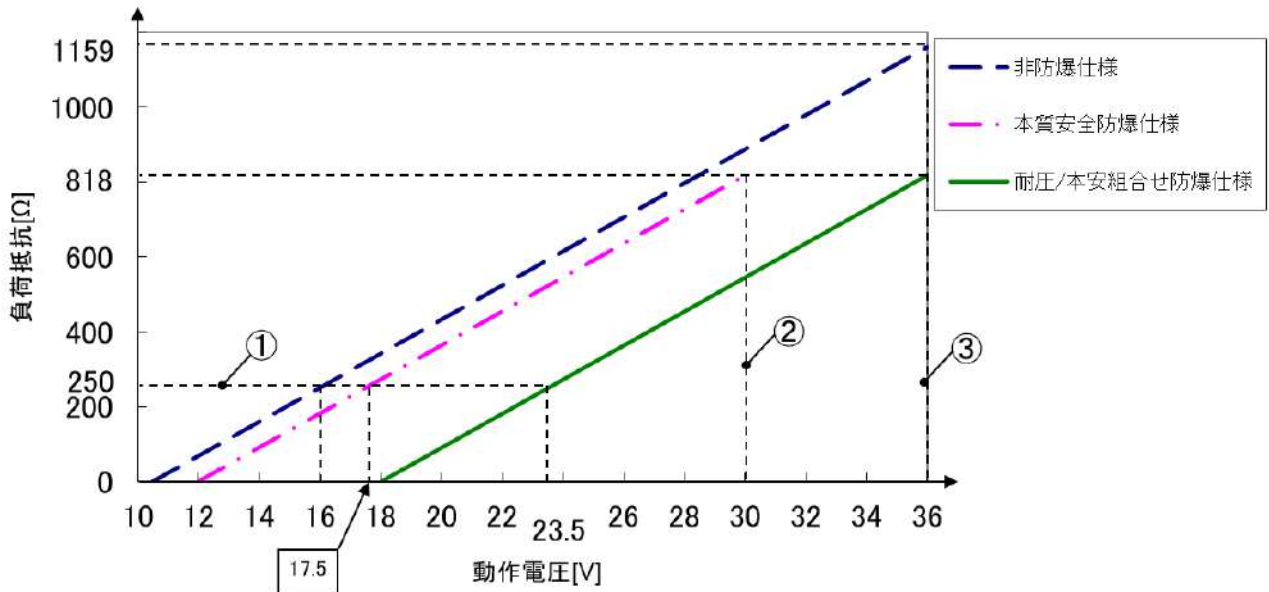

図 3. 3. 1 負荷抵抗と動作電圧
負荷抵抗は図 3. 3. 1 のとおりです。
各機器仕様にて使用する最大動作電圧での最大負荷抵抗値を、図 3. 3. 1 中の②と③で示しています。
通常、HART 通信用に使用される抵抗は 250Ω です。図 3. 3. 1 中の①で 250Ω 時の電圧を示しています。(DC 16V (非防爆仕様)、DC17.5V (本質安全防爆仕様)、DC 23.5V (耐压/本安組合せ防爆仕様))